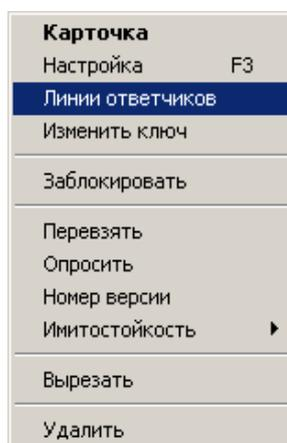

Рисунок 5.37. Контекстное меню АК «Юпитер»
- **Линии ответчиков** (рисунок 5.37).